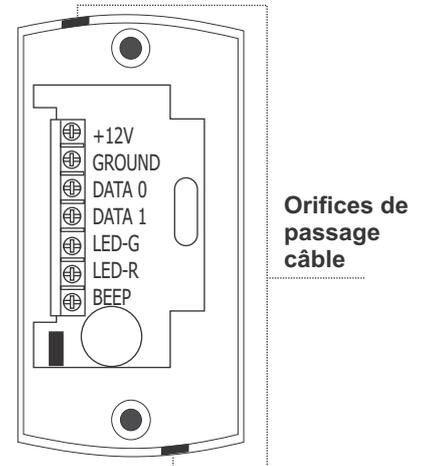

Figure. 3
- Retirer la fine languette dans le boîtier du lecteur, sur le côté d'où doit sortir le câble de raccordement, et passer le câble dans l'orifice (Fig. 3). Lorsque le lecteur est mis sous tension, la LED rouge s'allume.